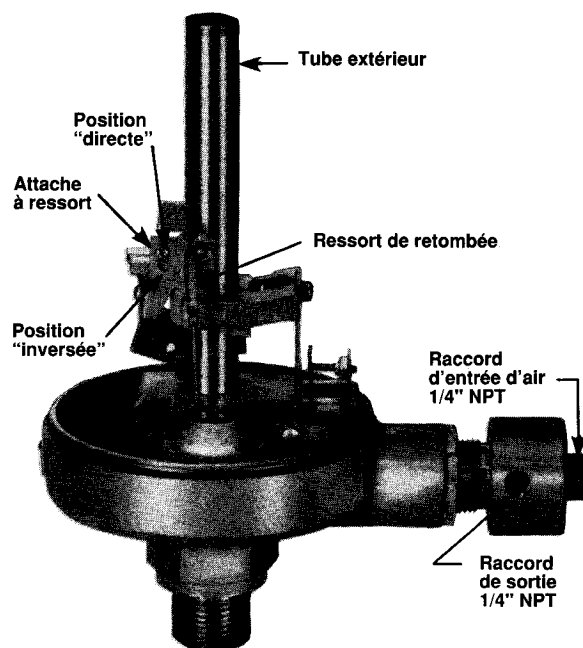

Figure 4
2. Desserrer la vis qui maintient en position l'attache à ressort et la déplacer de la position directe (D) en position inversée (R) comme indiqué dans la **figure 4**. Resserrer la vis à fond.